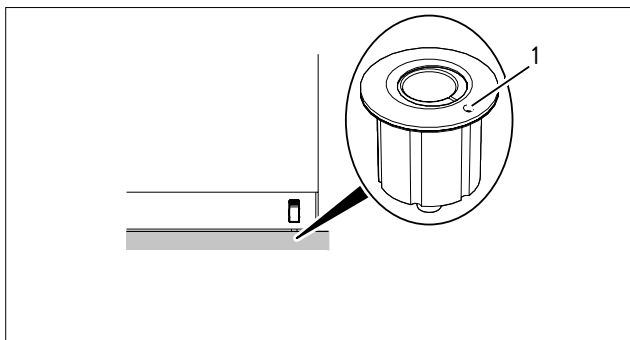

Abb. 23 Buchsen reinigen
1. Sämtliche Buchsen (Abb. 23/1) am Boden reinigen